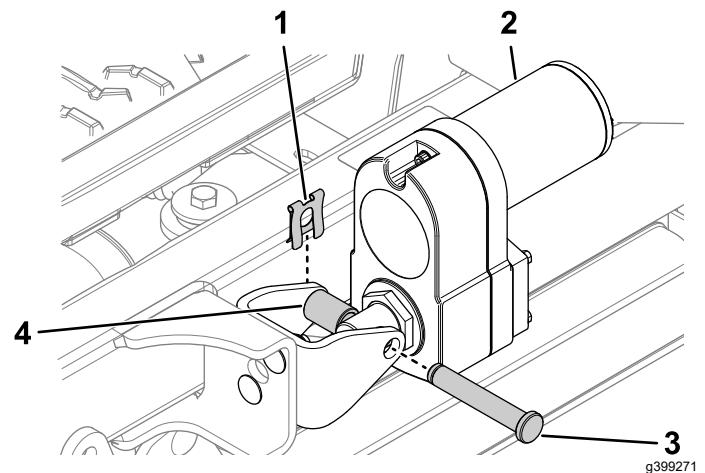

Figura 19
- Prenda o acionador à montagem do acionador usando o passador de forquilha, o espaçador de alumínio e o clipe do pino, como mostra na Figura 19.